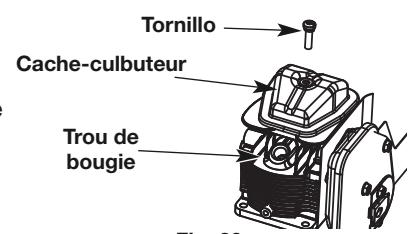

Fig. 29
5. Limpie la suciedad de alrededor de la cubierta del brazo oscilante. Saque el tornillo que sostiene la cubierta del brazo oscilante con un destornillador grande de vástago plano o con una broca Torx T-25 (Fig. 29). Saque la cubierta y la junta del brazo oscilante.
- El pistón se encuentre en la parte superior de su recorrido mientras mira dentro del orificio de la bujía de encendido (Fig. 29).